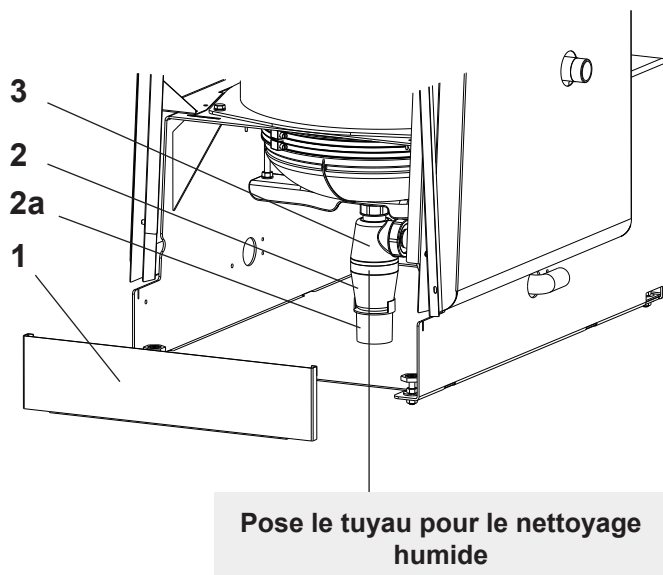

Fig. 41
2. Soulever le capot frontal (1, Fig. 41).
3. Dévisser, respectivement sortir le siphon (3, Fig. 41), la partie inférieure du siphon (2), support du siphon (2a) ou la boîte de neutralisation (4, Fig. 42) - selon l'exécution.
5. Vérifier si les joints du siphon (3) ne présente aucun dommages, remplacer si nécessaire.